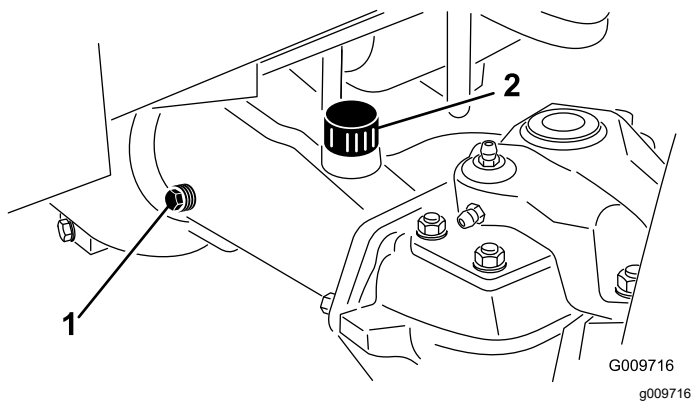

Figura 72
2. Retire un tapón de verificación de un extremo del eje (Figura 72) y asegúrese de que el aceite llega al borde inferior del orificio. Si el nivel es bajo, retire el tapón de llenado (Figura 72) y añada suficiente aceite para que el nivel llegue al borde inferior de los orificios de los tapones de verificación.